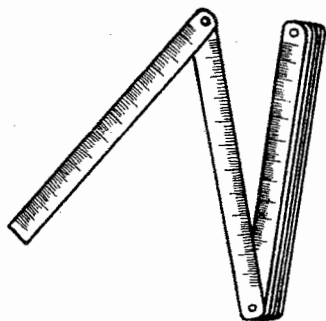

Рис. 2. Складной метр.
**Метр складной** (рис. 2) применяется для измерения расстояния между двумя точками. Он состоит из десяти частей, по 100 мм каждая, соединенных между собой шарнирами. Метры бывают металлические и деревянные. Металлические прочнее, зато деревянные жестче и на них более четко обозначены